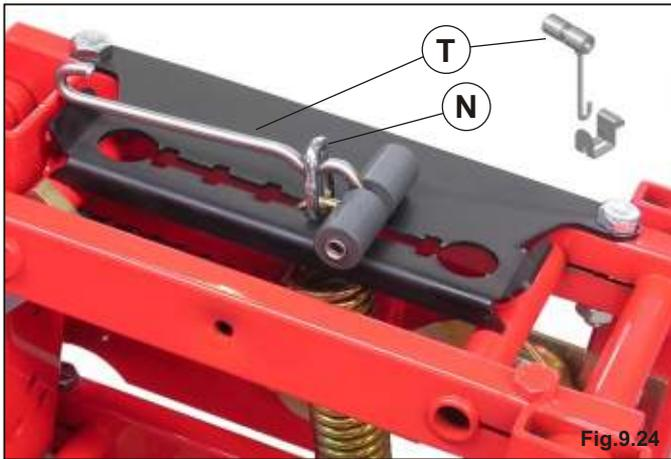

Fig.9.24
- Введите тягу **T** в кольцо **N** как показано на Рис. 9.24.